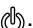

Fig. 78
- **R.A.I.-MIX R.S.I.:** faites tourner le sélecteur de température de l'eau sanitaire jusqu'à ce que la valeur lue sur le display est 0 (fig. 78)